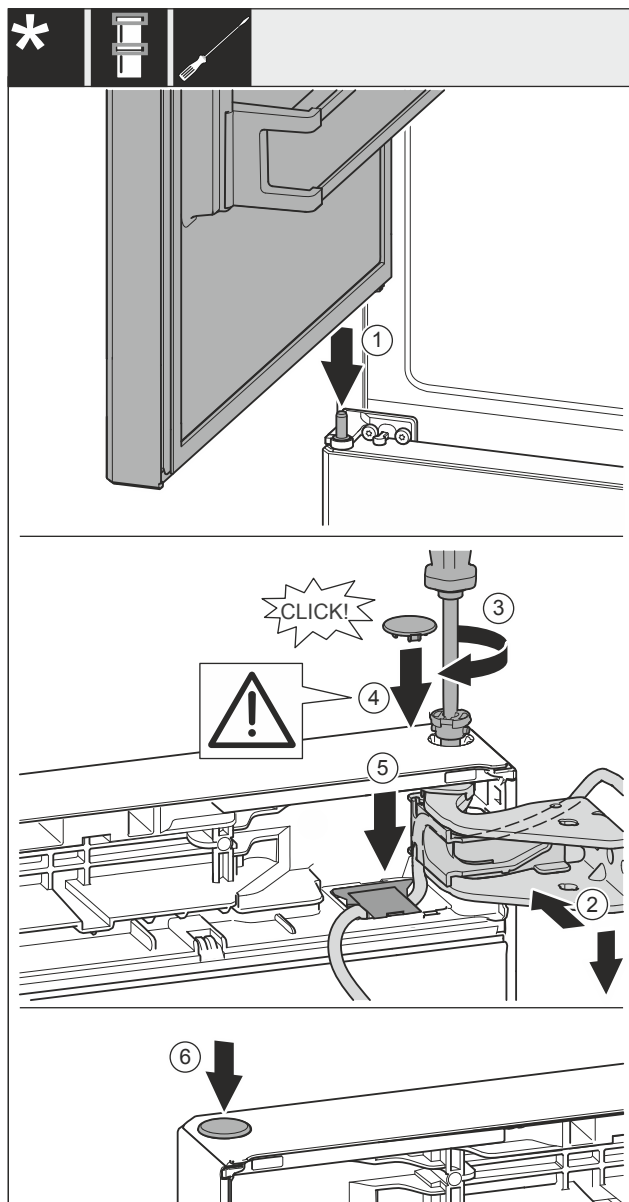

Fig. 38
- Futni derën lart mbi bulonin e rrotullimit në mes Fig. 38 (1).
- Niveloni derën lart për hapjen e saj në bazamentin mbështetës Fig. 38 (2).
- Futni bulonin Fig. 38 (3) dhe mbërthejeni me një kaçavidë.
- Vendosni kapakun mbulues Fig. 38 (4).
- Kontrolloni nëse kapaku mbulues Fig. 38 (4) qëndron mbi derë.
- Vendosni kapakun mbulues Fig. 38 (5) dhe shtyjeni për poshtë derisa të mbërthehet në vend.
- Vendosni kapakun mbulues Fig. 38 (6).